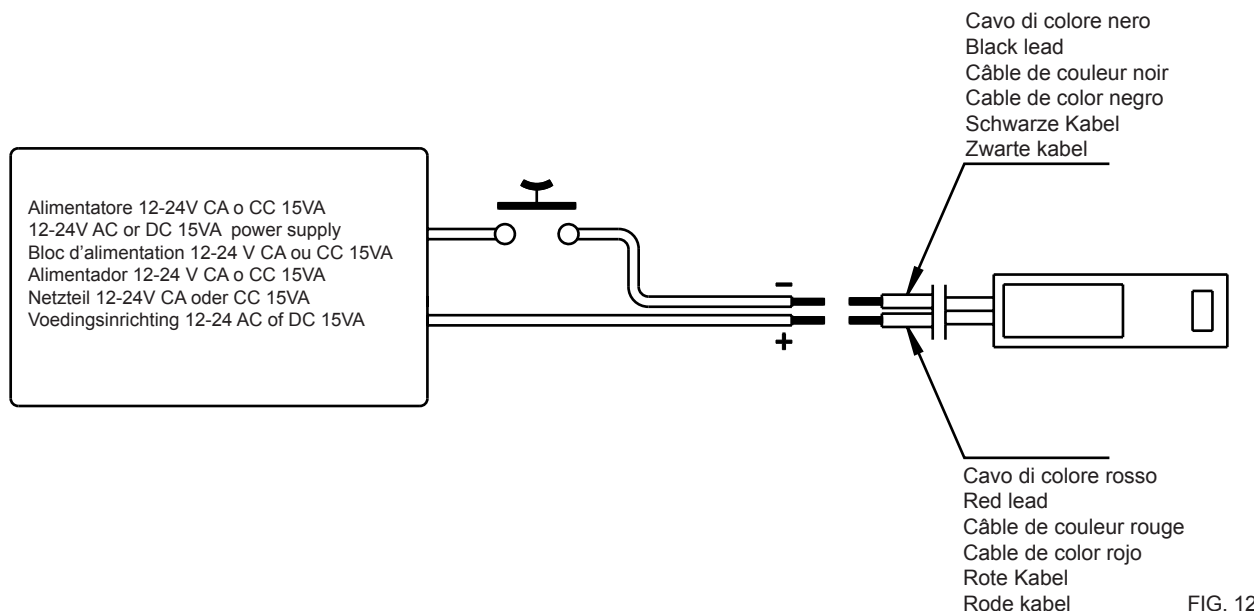

FIG. 12
**ELETTROMANIGLIA (art. 1.07074.7X.0) (fig. 12)**
12. Per il corretto funzionamento dell'elettromaniglia è necessario collegare i fili rosso e nero ai fili della tensione di alimentazione come nello schema di fig. 12:
**ELECTRIC HANDLE (item 1.07074.7X.0) (fig. 12)**
12. To ensure the electric handle smooth operation, the red and black cables should be connected to power supply cables, as shown in fig. 12 diagram:
**POIGNEE ELECTRIQUE (art. 1.07074.7X.0) (fig. 12)**
12. Pour un fonctionnement correct de la poignée électrique, il faut brancher les fils rouge et noir aux fils de la tension d'alimentation comme indiqué dans le schéma de la fig. 12 :
**ELECTROMANILLA (Art. 1.07074.7X.0) (Fig. 12)**
12. Para el correcto funcionamiento de la electro-manija, es necesario conectar los cables rojo y negro a los cables de la tensión de alimentación según el esquema de la Fig. 12:
**ELEKTRODRÜCKER (Art. 1.07074.7X.0) (Abb. 12)**
12. Für das einwandfreie Funktionieren des Elektrodrückers ist es erforderlich, die roten und schwarzen Kabel gemäß Abb.12 an die Kabel der Spannungsversorgung zu schließen:
**ELEKTRISCHE HANDGREEP (art. 1.07074.7X.0) (fig. 12)**
12. Voor een juiste werking van de elektrische handgreep moeten de rode en zwarte draden aan de draden van de voedingsspanning worden aangesloten zoals op het schema van fig. 12: